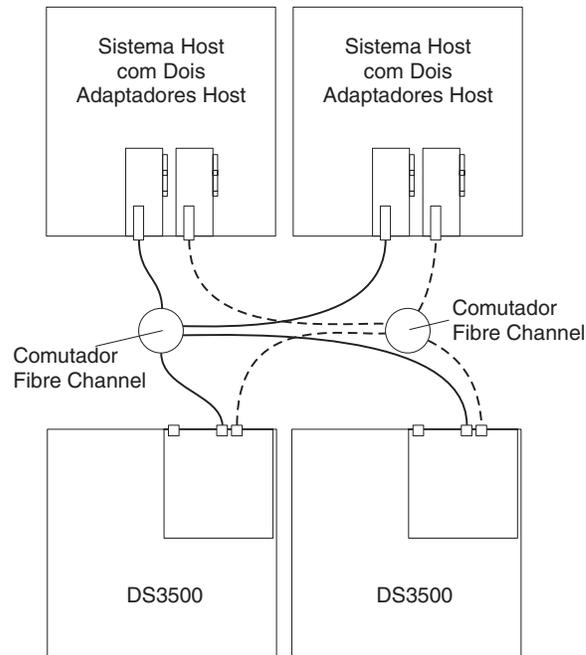

Figura 63. Exemplo de Dois Subsistemas de Armazenamento em um Ambiente SAN Fibre Channel Duplo
- Dois subsistema de armazenamento em uma configuração de malha SAN dupla, conforme mostrado em Figura 63 na página 77
Em Figura 63 na página 77, os comutadores Fibre Channel não são conectados juntos. Cada comutador forma sua própria malha SAN.